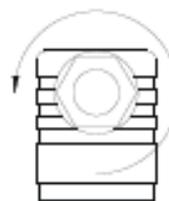

Abb. 7
- Lösen Sie die Kabelverschraubung ⑤ M16x1,5 (→ Abb. 7).